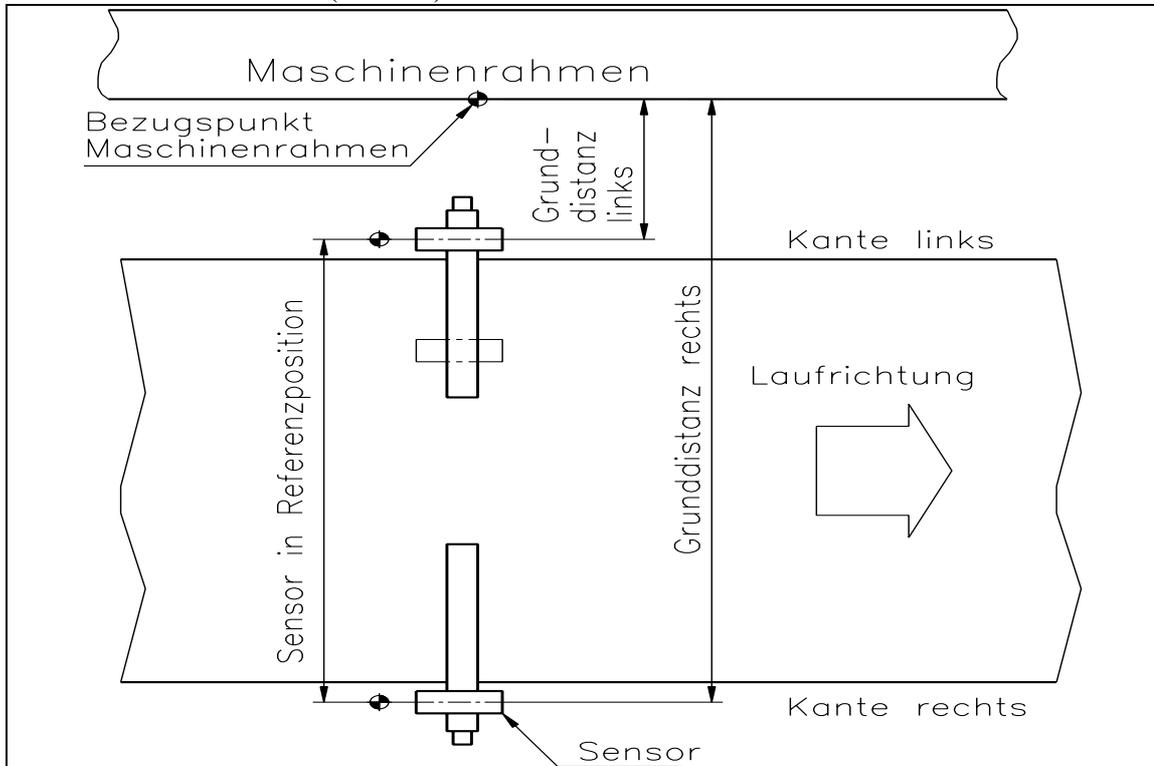

Bild 21: Grunddistanzen und Bezugspunkt bei Lineareinheiten
Mit oder ohne Verwendung von Lineareinheiten kann ein Bezugspunkt definiert werden, auf den später alle Positionswerte bezogen sind. Der Bezugspunkt kann z.B. am Maschinenrahmen sein (Bild 21).
- In Parameter *Grunddistanz links* die Distanz zwischen Bezugspunkt (z.B. Maschinenrahmen) und Sensorachse links eingeben (Bild 21).
- In Parameter *Grunddistanz rechts* die Distanz zwischen Bezugspunkt und Sensorachse rechts eingeben (Bild 21).
Der Bezugspunkt muss weiter von der Materialbahn entfernt sein als die Referenzposition der Lineareinheit (Bild 21). Bei Mittenregelung ist der gleiche Bezugspunkt für links und rechts zu wählen; es ist jedoch unerheblich, ob er sich rechts oder links der Bahn befindet.
Wenn die Vermessung zum Bezugspunkt nicht erwünscht ist, müssen die Parameter *Grunddistanz links* und *Grunddistanz rechts* auf 0 gesetzt werden. In diesem Fall beziehen sich die Positionswerte auf die Position der Sensoren. (Falls Lineareinheiten verwendet werden, beziehen sich die Positionswerte auf den Referenzpunkt der betreffenden Lineareinheit; Bild 21).